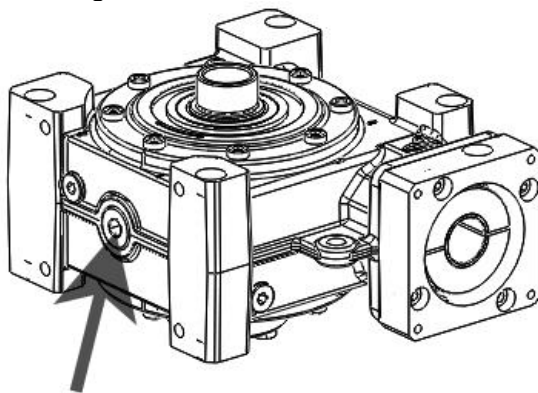

Bild 8.2
- Ü Lassen Sie das Öl durch eine unten liegende Verschlusschraube ab. (Bild 8.2)